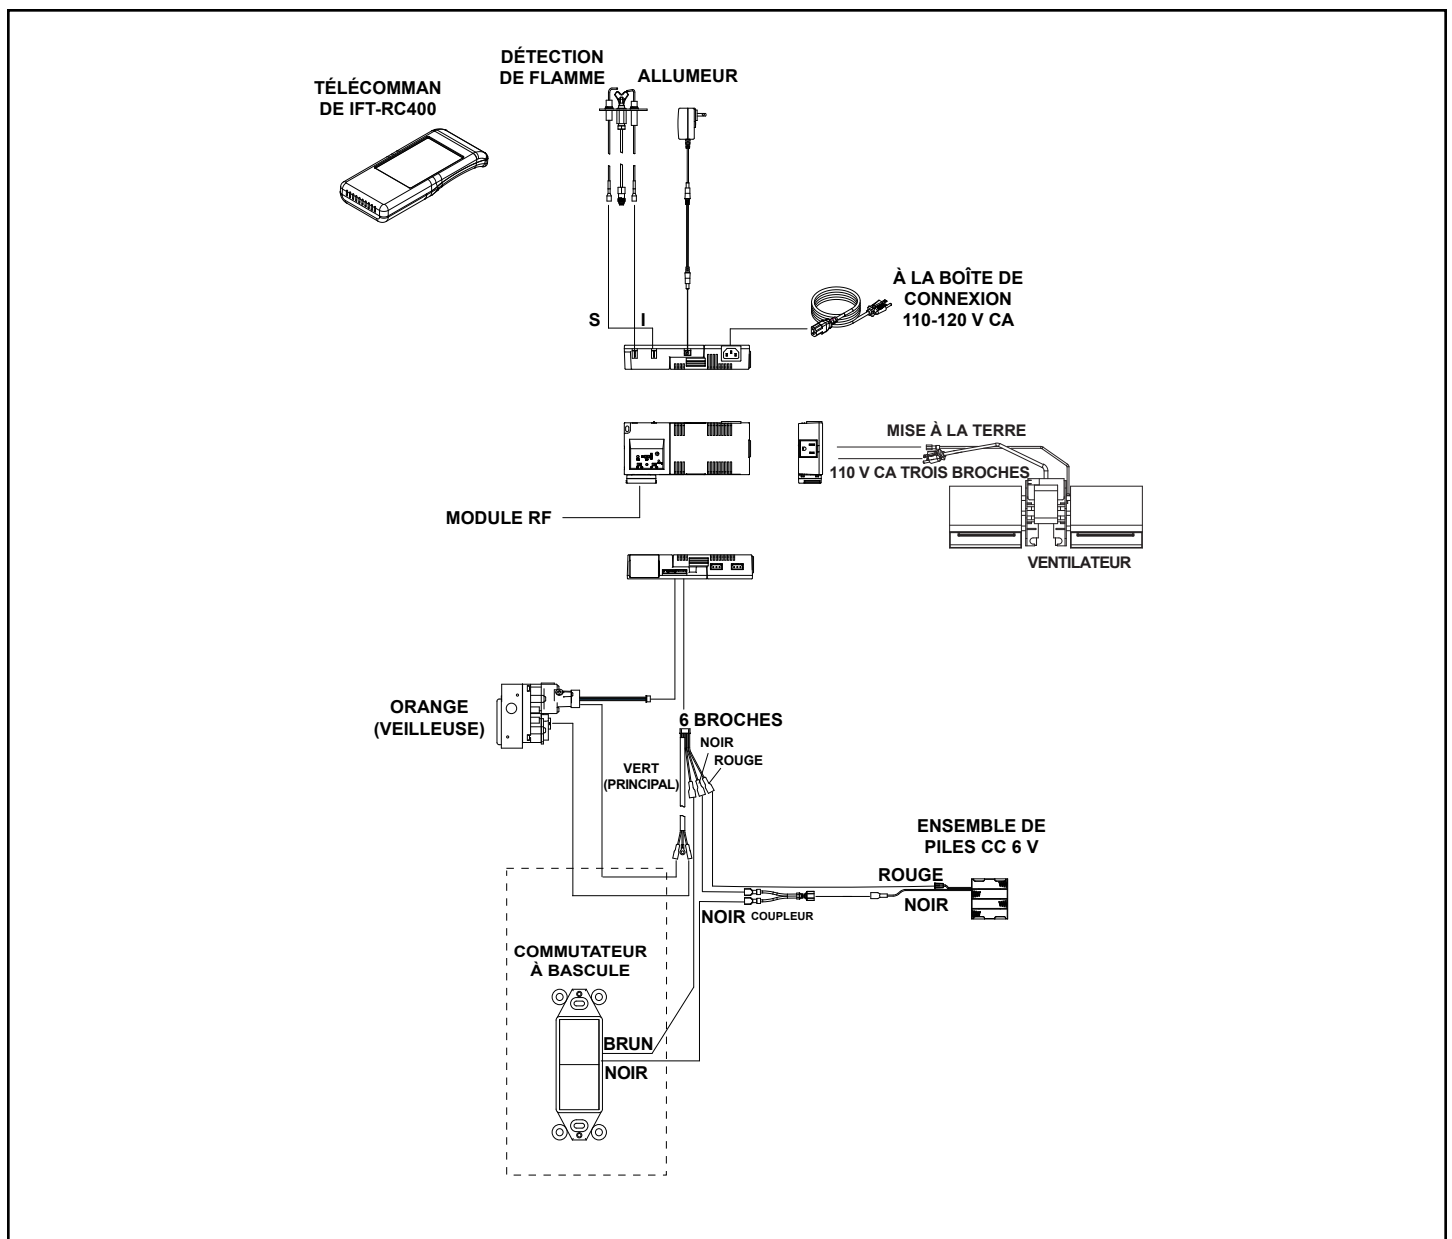

Figure 3.27 – Schéma de câblage du RADVT-IFT
- Consultez la figure 3.27, Schéma de câblage de l'IFT.